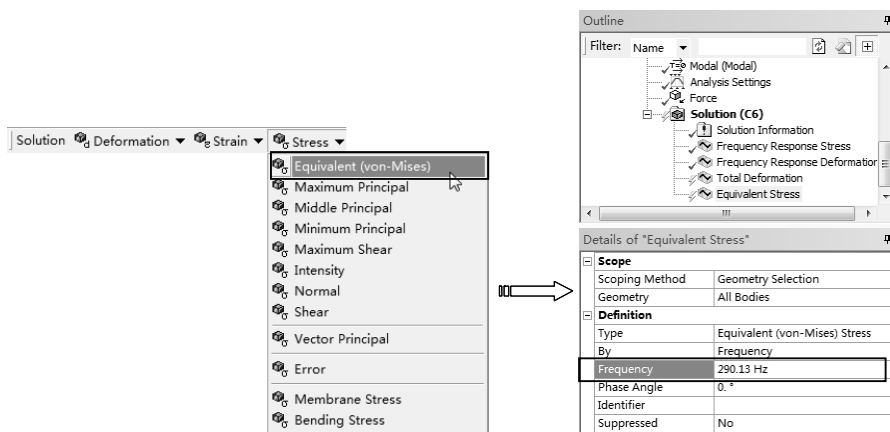

图 6-65 添加应力求解项
5) 求解应力。单击【Solution】工具栏上的【Stress】|【Equivalent (von-Mises)】命令，此时在分析树中插入【Equivalent Stress】项，在详细设置窗口中设置【Frequency】为 290.13，如图 6-65 所示。